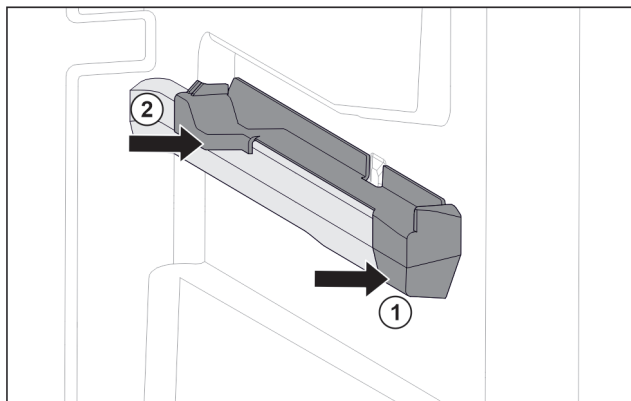

Fig. 148 Aufsteckteil auf der rechten Behälterrippe
- Aufsteckteil vorne an Behälterrippe ansetzen. Fig. 148 (1)
- Aufsteckteil hinten andrücken. Fig. 148 (2)